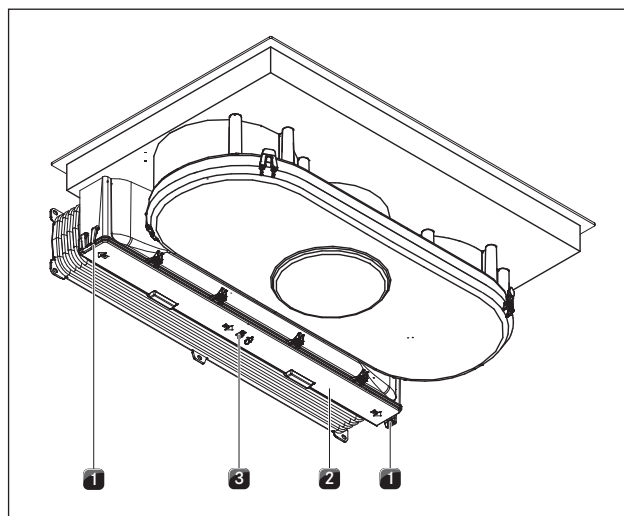

Abb. 8.5 Odjštění víka krytu filtru s aktivním uhlím
- ▶ Sklopte víko [2] (obr. 7.5) Abb. 8.5 zacvakne.